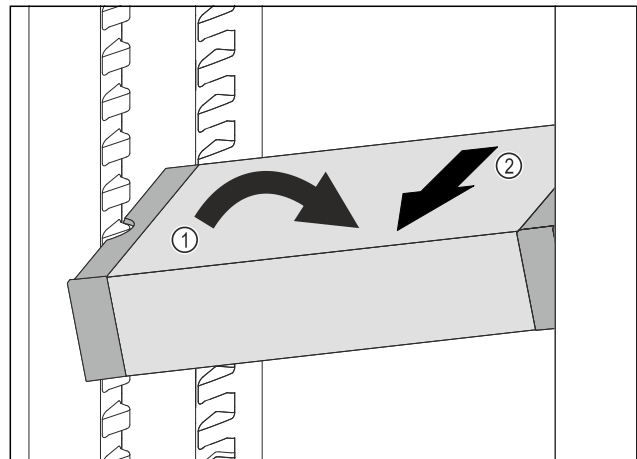

Fig. 177
- VarioSafe im Kühlteil schräg stellen. Fig. 177 (1)
- VarioSafe nach vorne entnehmen. Fig. 177 (2)